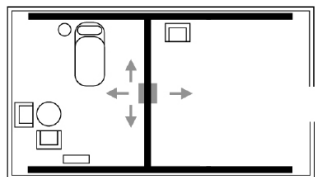

Abb. 5: Anschluss des Kabels vom Fahrwagen am Hubmotor
Falls Sie eine andere Position als die parallel zur Schiene wünschen, kann die T-Konsole (in Abb. 5 rot gekennzeichnet) in festen Winkelabständen um jeweils 45° verstellt werden.
- 5) Befestigen Sie die beiden Ladebleche mit den beigefügten Schrauben, siehe Abb. 5 (B).
Schließen Sie das Kabel des Fahrwagens an der Oberseite des Hubmotors an, Abb. 5.